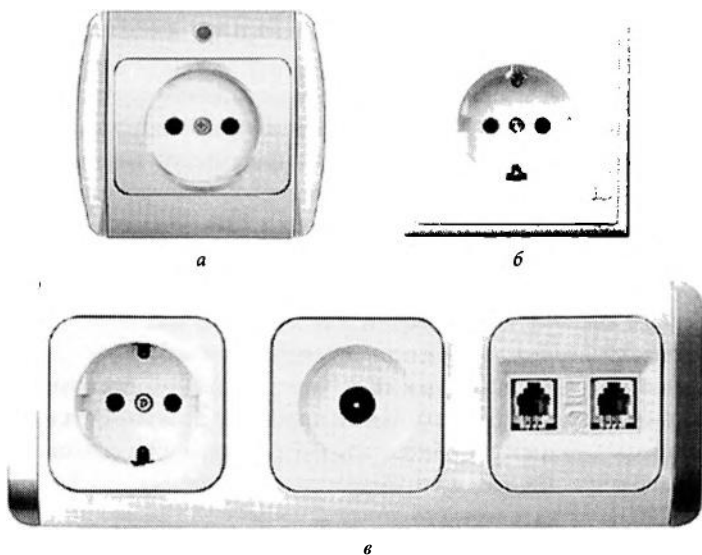

Рис. 2.25. Розетки:
**Розетки (разъемы).** Полное название — штепсельная розетка (рис. 2.25, *я*). Все знают, что это. Нет такого дома, который обходится без розеток. Ведь именно через розетки происходит подключение электроприборов, без которых немыслима современная жизнь. Розетка — это часть штепсельного соединения, в которое также входит вилка. Эти составляющие называют «мамой» и «папой». Разнообразие розеток существует такое огромное количество, что непосвященному человеку бывает очень сложно разобраться, какая именно ему нужна. Чтобы определиться с выбором, необходимо знать кое-какие технические подробности. Любая розетка состоит из следующих основных элементов:
У **розеток с заземлением** есть контакты, соединенные с заземляющим проводом (рис. 2.25, б). Такие розетки предназначены для установки в электрические сети, в которых предусмотрено заземление.
Среди многочисленных видов разнообразных розеток встречаются такие, которые объединяют в одном корпусе электрические, антенные, телефонные и компьютерные разъемы (рис. 2.25, в).